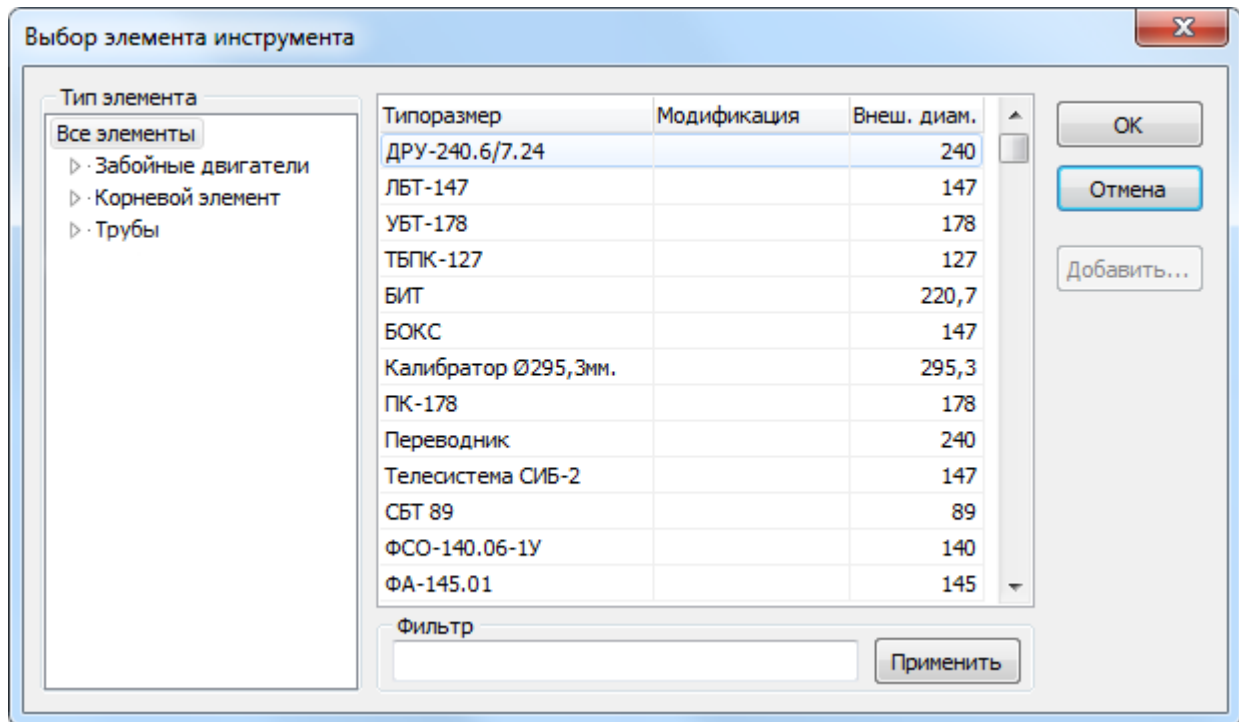

Рисунок 98. Выбор элемента промера
2. В появившемся диалоге, аналогичном диалогу при добавлении элемента промера (Рис. 98), выберите элемент промера для замены.
Нажмите кнопку **OK** или клавишу "Enter" для продолжения вставки и перехода к диалогу выбора элемента промера (Рис. 98). Для отказа от добавления данных из буфера обмена нажмите кнопку **Отмена** или клавишу "Esc".
4. В появившемся диалоге, аналогичном диалогу при добавлении промера (Рис. 98), выберите элемент промера и нажмите кнопку **OK** для добавления элемента в список. Для отказа от добавления данных из буфера обмена нажмите кнопку **Отмена**.